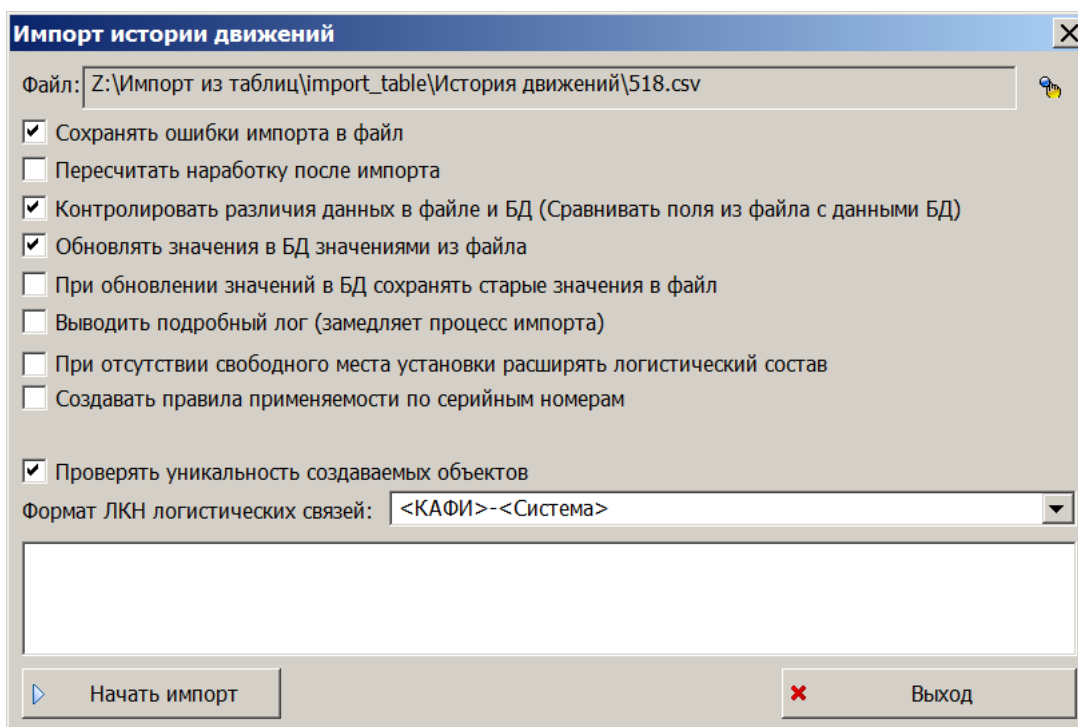

Рис. 30-61 – Диалоговое окно для импорта истории движений
- 4) В диалоговом окне «Импорт истории движений» выбрать файл для импорта (содержащий историю движений ПКИ в ЭСИ и/или в организации), нажав кнопку справа от поля «Файл» (рис. 30-61).